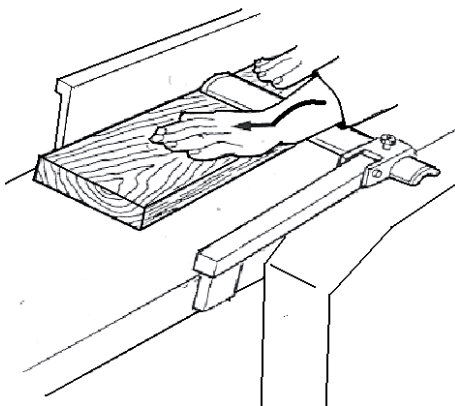

Рис. 11
- При спрямовуванні оброблюваної деталі руки ковзають над огорожею ріжучого блоку (Рис. 11).